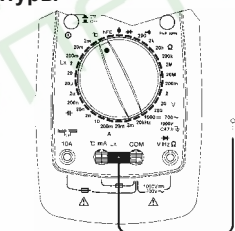

Рисунок 11
- (1) Вставьте вилку термпары в гнезда **COM** и **°C**.
- (2) Установите поворотный переключатель в положение °C. Подключение показано на рис. 11.
- (3) Прижмите датчик термпары к объекту измерения.
- (4) Если на дисплее Вы увидите только символ "0L", это означает состояние перегрузки.
- (5) Прочитайте на ЖК-дисплее показание результата измерения.